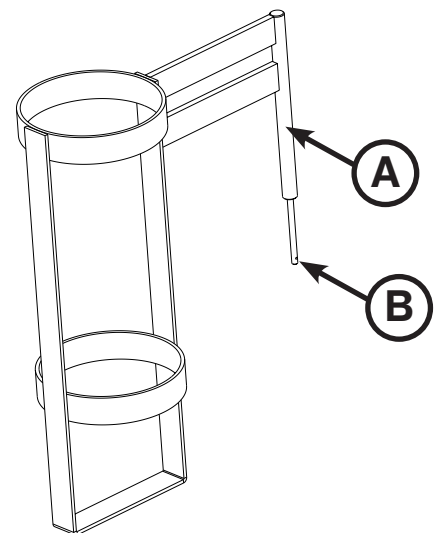

图16.2：直立式氧气瓶支架
1. 将支撑杆 (A) 插入四个床框角任一个的静脉输液孔内。
2. 将开口销 (B) 穿过支撑杆的孔，从而让瓶架固定到位，如图16.2 所示。